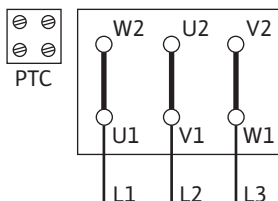
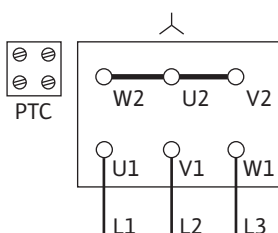

Fig. 12: Δ-schakeling
Fig. 13: Y-schakeling
- De netaansluiting is afhankelijk van het motorvermogen P2, de netspanning en het inschakeltype. De vereiste schakeling van de verbindingsbruggen in de klemmenkast vindt u in de volgende tabel en Fig. 12 en 13.
Δ -schakeling (Fig. 12)	Y-schakeling (Fig. 13)